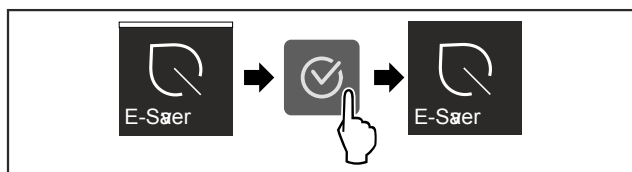

Fig. 16
- ▶ Proved'te akční kroky (viz Fig. 16).